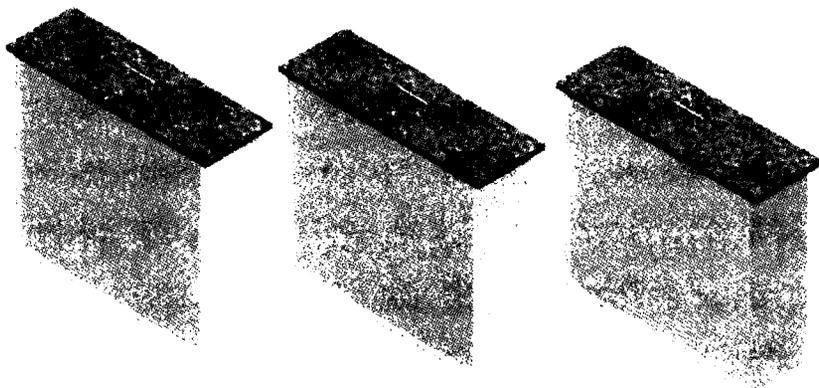

Рис. 15.17. Три включения одной и той же параметрической сборки помещены в сборку
5. После того как на экране появится первое включение, поместите больше ящиков в сборку и затем нажмите **Заккрыть** или клавишу **Esc**, чтобы закрыть диалоговое окно. См. рис. 15.17.